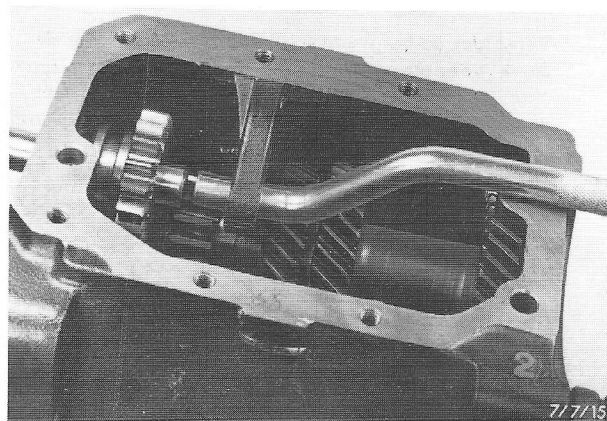

Fig.129 Achteruitas met Speciaal Gereedschap G3-7140 uittikken.
13. Tik de achteruitas met Speciaal Gereedschap G3-7140 naar achteren (fig.129) en neem het achteruittandwiel uit het huis.